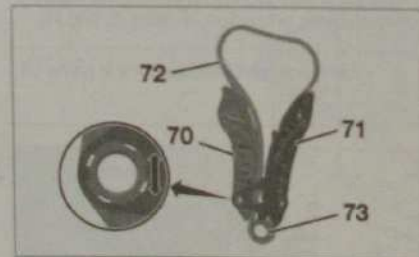

Fig. 28
- le guide tendeur (70) (Fig.28),
- le guide fixe (71),
- la chaîne de distribution (72),
- le pignon de vilebrequin (73).
- Présenter l'ensemble chaîne de distribution (72), guide tendeur (70), guide fixe (71), pignon de vilebrequin (73) par le dessus de la culasse.